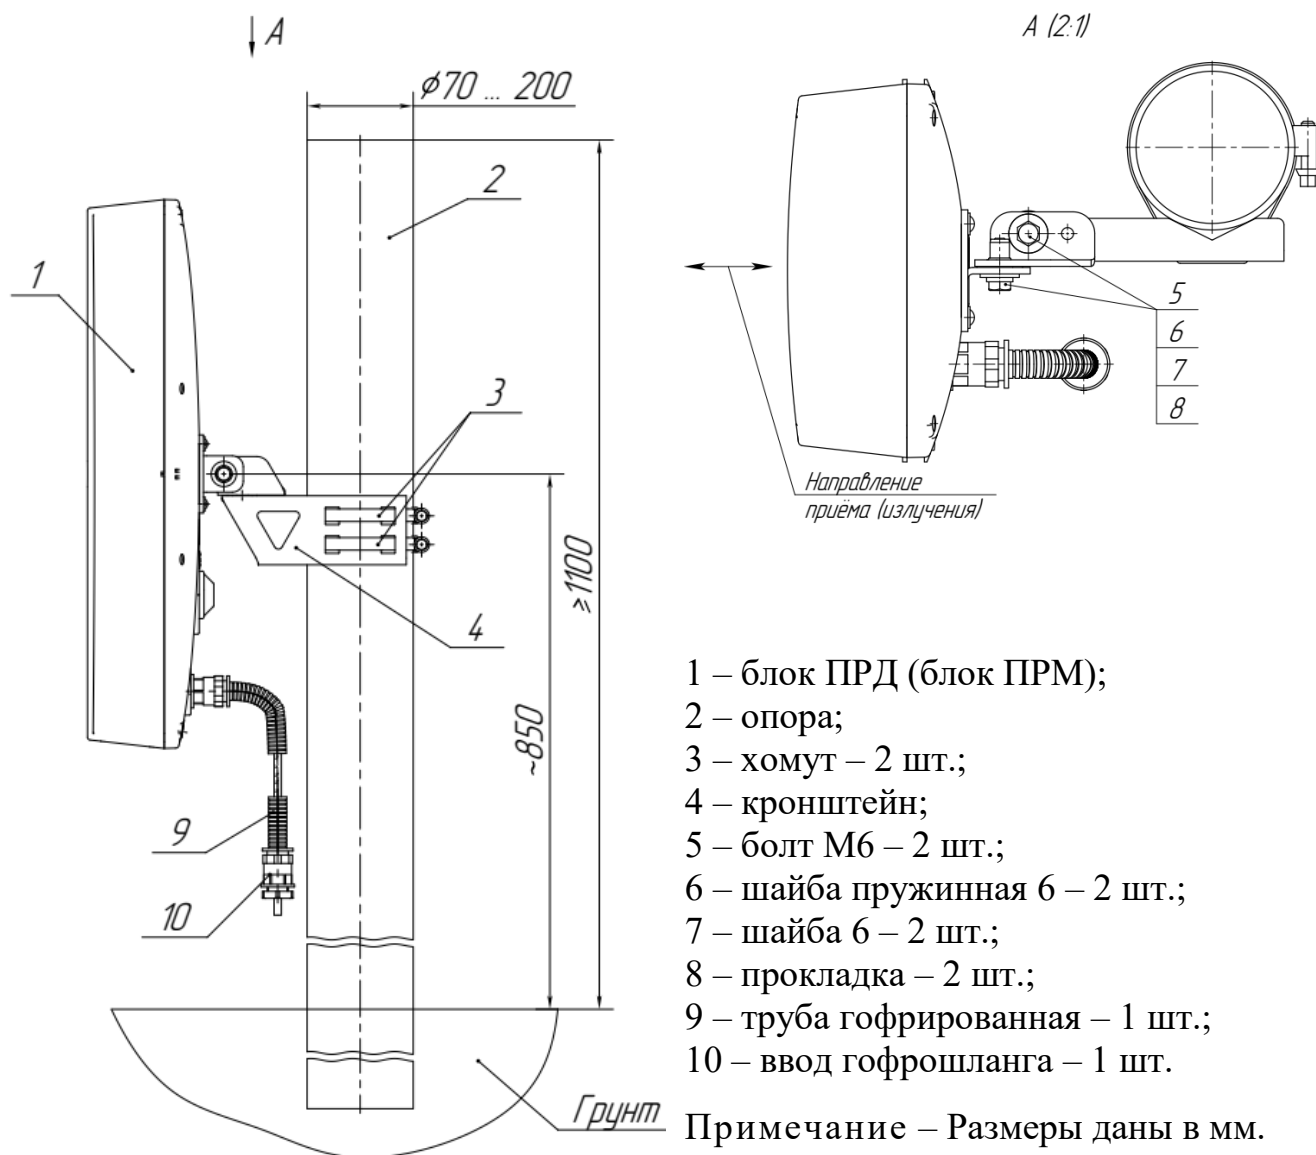

Рисунок 2.5 – Установка блока ПРД (блока ПРМ) извещателей «ФОРТЕЗА-М300-Ethernet», «ФОРТЕЗА-М500-Ethernet» на опоре
2.3.4.3 Установка блока ПРД (блока ПРМ) на кронштейне поз.4 (рисунок 2.5), состоящего из швеллера 2 и уголка 3, показана на рисунке 2.6.
- ослабить болты поз.5 (рисунок 2.5) блока ПРД и блока ПРМ извещателей «ФОРТЕЗА-М300-Ethernet», «ФОРТЕЗА-М500-Ethernet»;
затянуть хомуты поз.3 и болт поз.6 извещателей «ФОРТЕЗА-М300-Ethernet», «ФОРТЕЗА-М500-Ethernet» (см. рисунок 2.5).